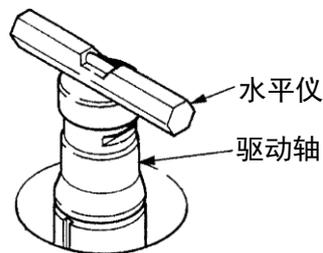

图6-4 放置水平仪
- (3) 在转子室中将水平仪放置在驱动轴的顶端（参见图6-4）。转动四个调平螺钉，直到水平仪指示设备处于水平状态。
- (4) 设备处于水平状态时，检查四个调平螺钉是否固定于地面。